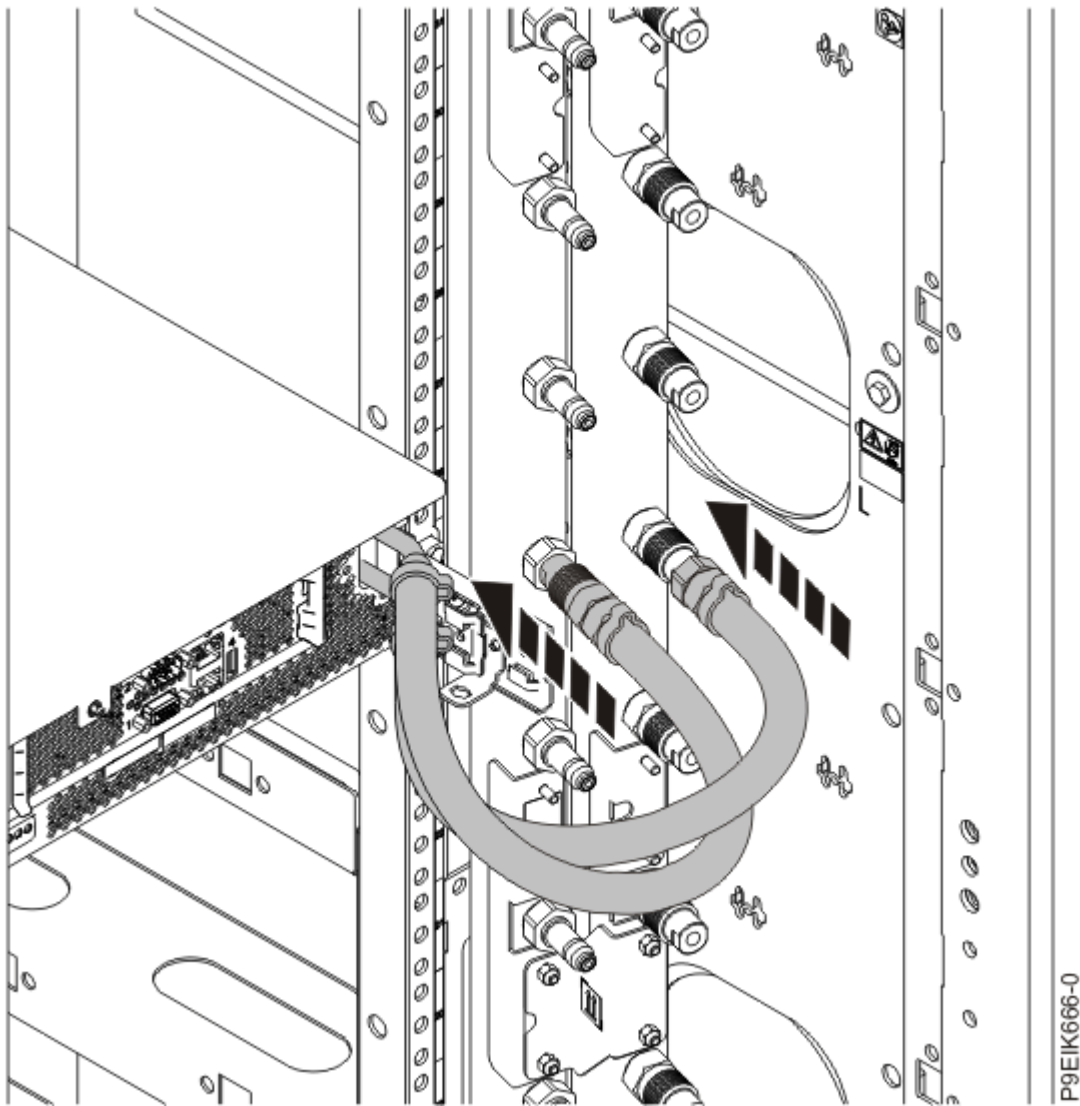

Figura 188. Reconexión de las mangueras de agua
4. Vuelva a conectar las mangueras de agua en la parte posterior del bastidor, como se muestra en la Figura 188 en la página 209.